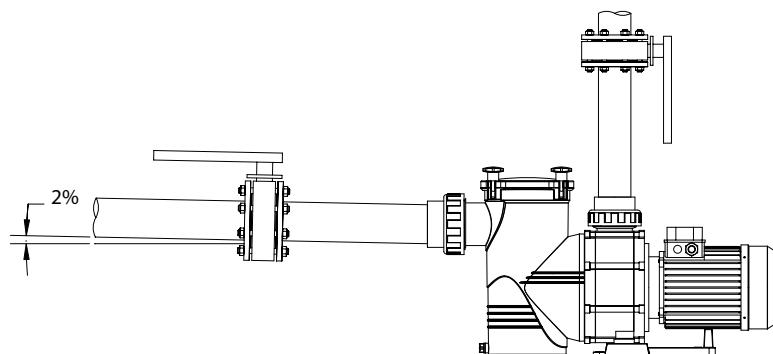

Fig.2
- La connexion de la tuyauterie doit être effectuée enroulée aux bouches de la pompe (Fig.2).
- L'installation des tuyaux d'impulsion devra être effectuée dans une position entièrement perpendiculaire et parfaitement centrée par rapport à la bouche à connecter, de façon à éviter que la pompe et le tuyau ne soient soumis à des efforts externes qui, indépendamment de gêner les opérations de montage, pourraient arriver à en causer la rupture (Fig.2).
- La tuyauterie d'aspiration devra être installée en légère inclinaison (2 %) vers la pompe, ce qui permettra d'éviter la formation de sacs d'air (Fig.2).